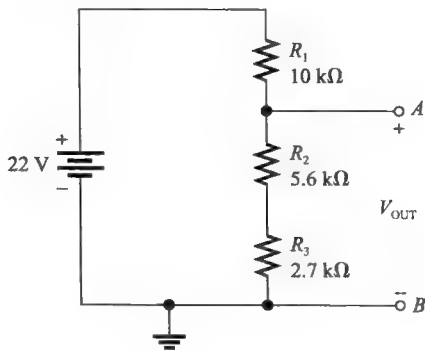

图 6-78
16. 在图 6-78 中,试确定输出端无负载时从电池吸取的电流,若带上 $10k\Omega$ 负载则从电池吸取的电流为多大?